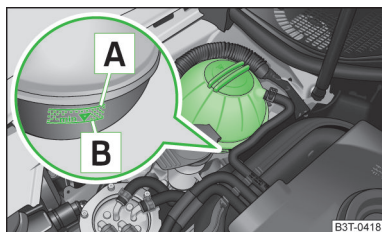

Fig. 128
Para rellenar, utilice solamente aquel líquido refrigerante cuya designación se encuentre en el depósito de compensación del líquido refrigerante » fig. 128 de la página 174.
- No rellene el depósito de líquido refrigerante por encima de la marca A » fig. 128 de la página 174.
- Compruebe el nivel de líquido refrigerante en el depósito de expansión del mismo » fig. 128. Con el motor frío, el nivel de líquido refrigerante debe encontrarse entre las marcas **B** (mín.) y **A** (máx.). Con el motor caliente, el nivel puede sobrepasar también ligeramente la marca **A** (máx.).
¡No rellene el depósito de líquido refrigerante por encima de la marca **A** (máx.) » fig. 128 de la página 174! El líquido refrigerante excedente es expulsado del sistema de refrigeración a través de la válvula de sobrepresión situada en el tapón de cierre del depósito de compensación del refrigerante al calentarse.